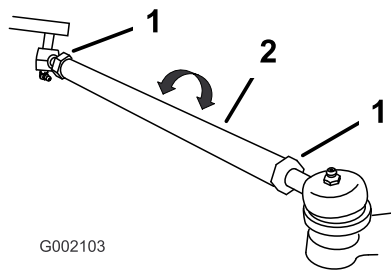

Figura 34
4. Se la misura non rientra nel campo specificato di 0-6 mm, allentate i controdadi da ambo i lati dei tiranti (Figura 34).